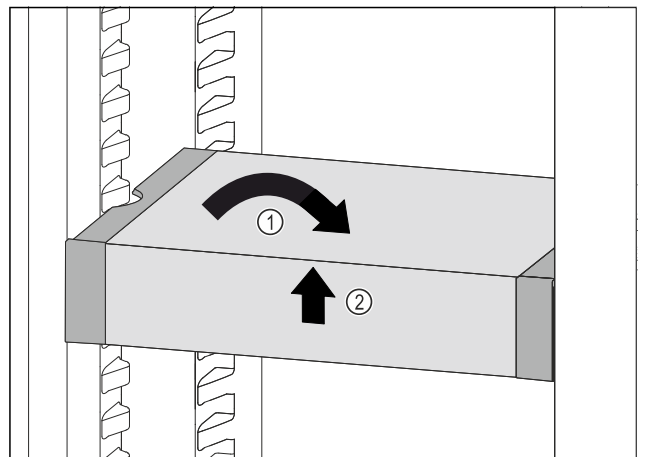

Fig. 89
- Collocare VarioSafe in maniera dritta. *Fig. 89 (1)*
- Sollevare VarioSafe dal lato anteriore. *Fig. 89 (2)*